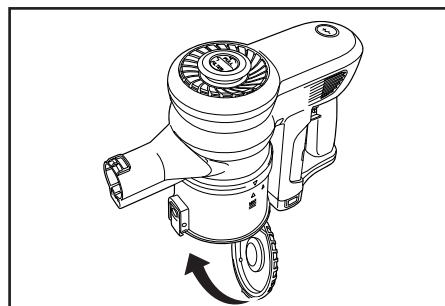

Fig. 2
5. Una vez que el depósito de polvo esté vacío, presione la base con firmeza en el depósito hasta que encaje y quede fija (fig. 2).